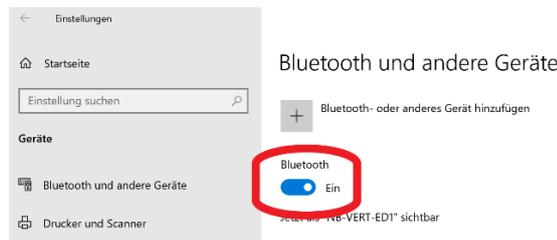

Bild 1: Bluetooth aktivieren
- Prüfen Sie bitte in den Windows-Einstellungen unter dem Punkt „Geräte“, ob Bluetooth aktiviert ist (siehe Bild 1).